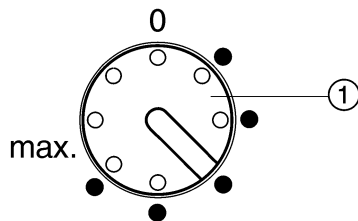

Fig. 2
- ▶ Con una moneta ruotare il regolatore della temperatura Fig. 2 (1) verso destra.